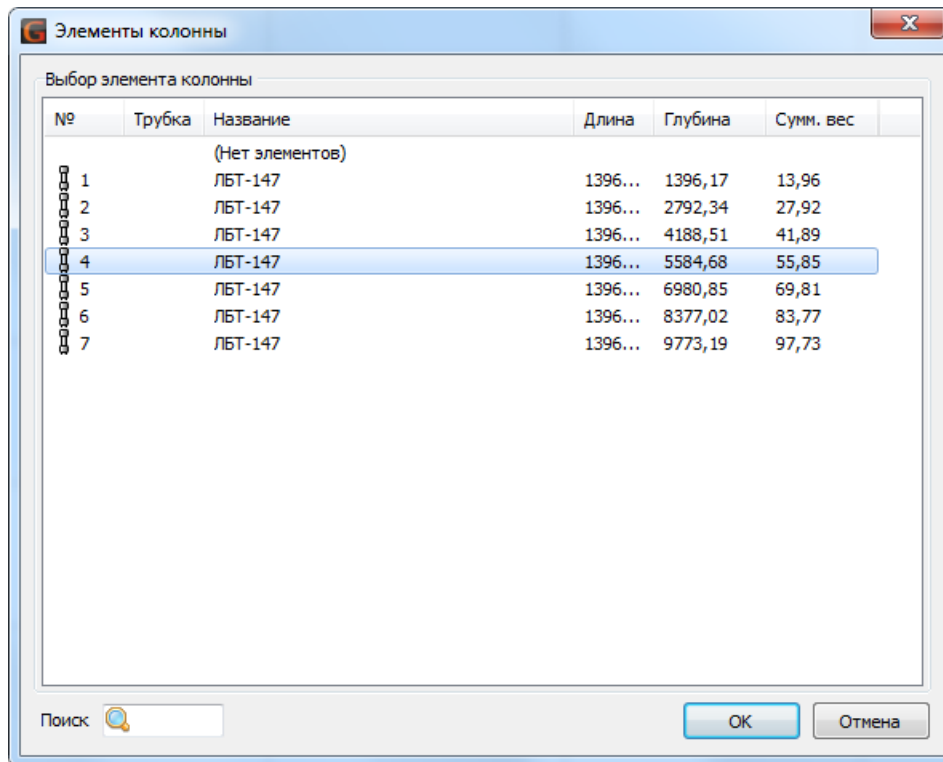

Рисунок 75. Установка положения долота по промеру
- Нажмите кнопку **По промеру**, после чего откроется диалог "Элементы колонны" (Рис. 75).